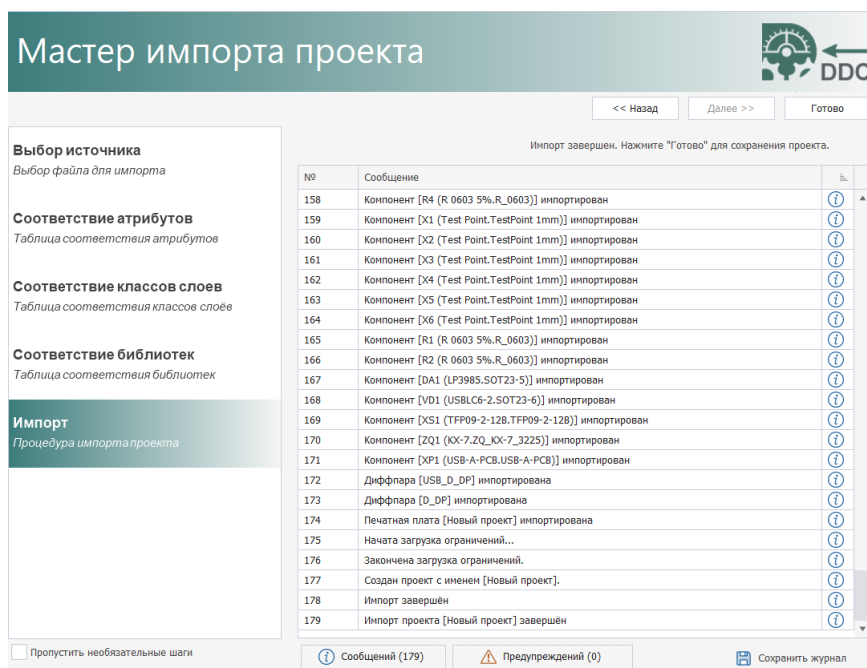

Рис. 63 Завершение процедуры импорта
13. Дождитесь завершения процедуры импорта проекта, Рис. 63. И нажмите «Готово».